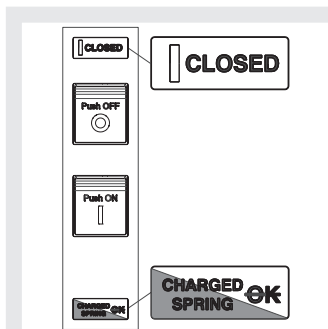

Figure 35
4. Disjoncteur fermé avec ressorts bandés et pas prêt à la fermeture (voir Figure 35). Cet état se vérifie quand après la fermeture (voir étape 4 - Manœuvres ouverture/fermeture manuelle disjoncteur) les ressorts sont bandés de nouveau manuellement ou automatiquement par le motoréducteur (si prévu).